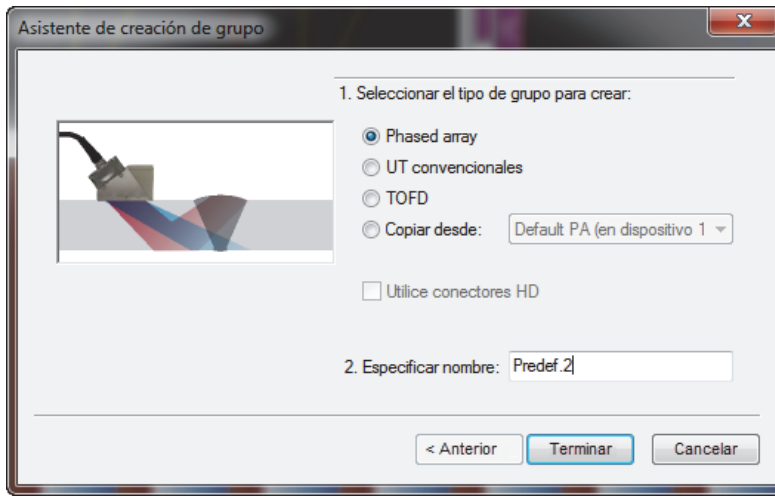

Figura 4-4 Cuadro de diálogo Asistente de creación de grupo
2. En el cuadro de diálogo **Asistente de creación de grupo** que aparece (ver Figura 4-4 en la página 110), siga los siguientes pasos: